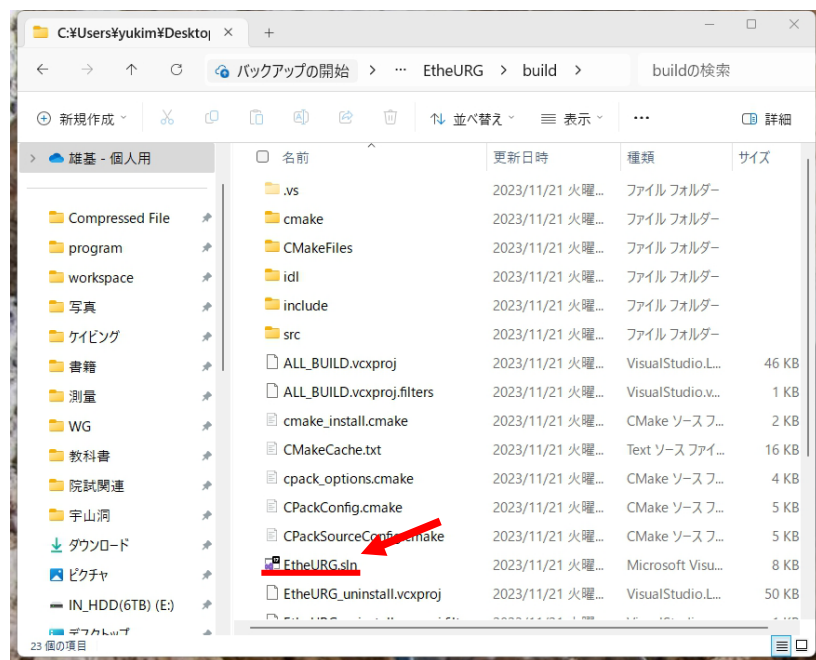

図 21 プロジェクトファイル内の[build]にある[プロジェクト名].sln ファイル
- ① 図 21 のように自身のワークスペース内の各 RTC のプロジェクトファイル内の [build]を開き, [プロジェクト名].sln ファイルをダブルクリックして[Visual Studio 2022] (CMake を行った際に選択した Visual Studio のバージョンを選択する.) で開く。ここでは次のディレクトリのファイルを開く。